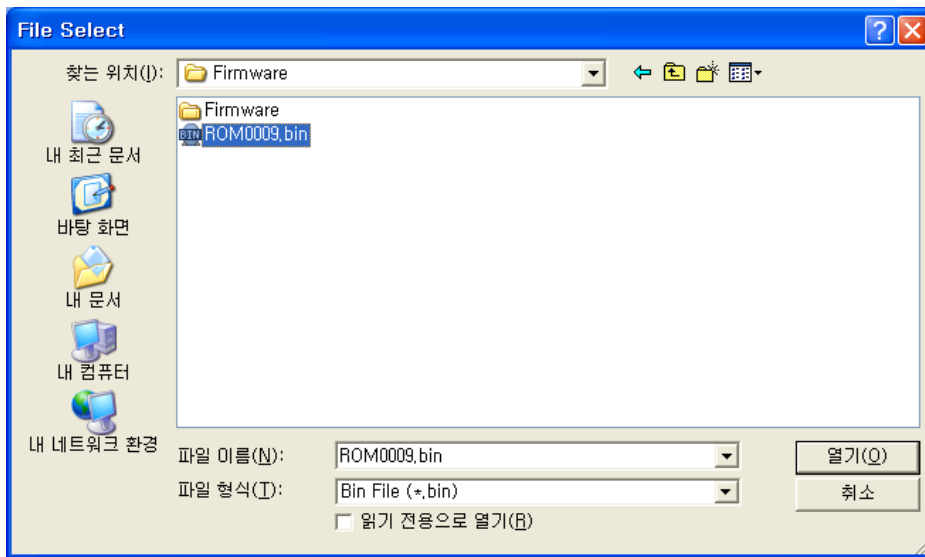

Figure 6. Open dialog box for uploading
- ④ Figure 6과 같은 화면이 나타나면, 업로드를 위한 파일을 선택하고 "열기"버튼을 클릭합니다.